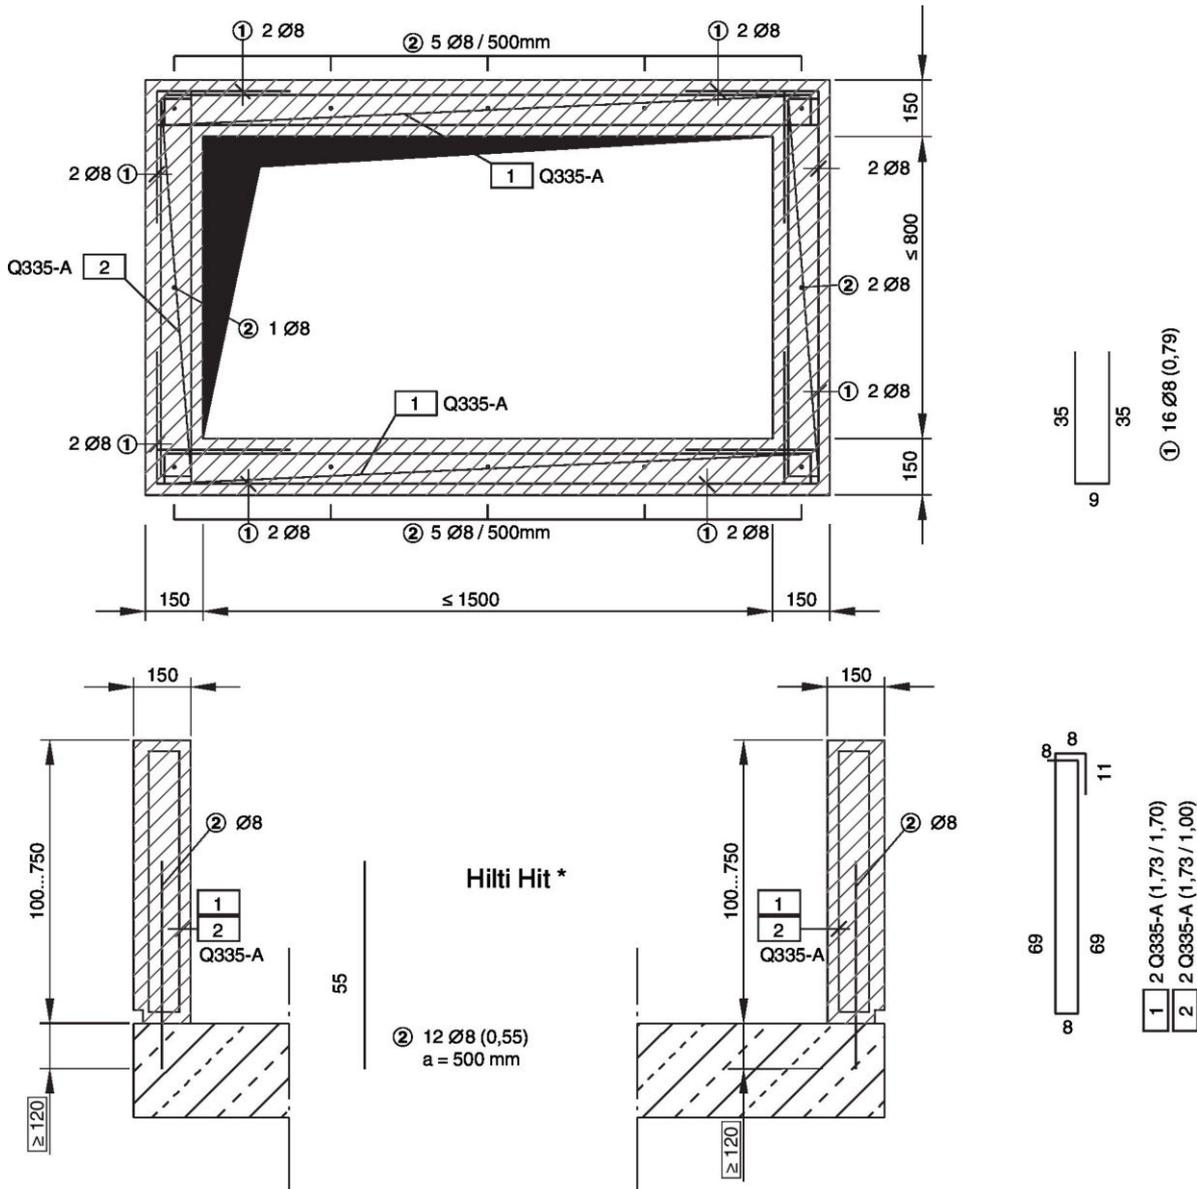

Abb. 42: Bewehrungsplan Betonsockel, Höhe 100 - 750 mm
- 2.3 Betonsockel mit Bewehrung, Details siehe Abb. 42
2. ▶ Betonsockel entsprechend Bewehrungsplan, siehe Abb. 42 (oder gleichwertig, z.B. mit Baustahlmatten), herstellen.